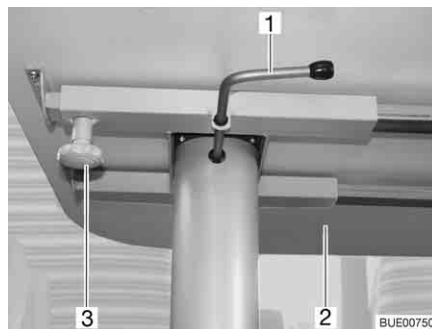

Fig. 88 Table à hauteur réglable de la dînette à banquettes opposées
- Desserrer la vis moletée (Fig. 88,3).
- Déplacer le plateau (Fig. 88,2) dans la position désirée.
- Faire basculer le levier de verrouillage (Fig. 88,1) vers la gauche. Le verrouillage du mécanisme de réglage de la hauteur est ouvert.
- Appuyer le plateau de table (Fig. 88,2) au milieu vers le bas jusqu'à la butée et le maintenir appuyé.
- Faire basculer le levier de verrouillage (Fig. 88,1) vers la gauche (Fig. 88). Le mécanisme de réglage de la hauteur est verrouillé.
- Faire basculer le levier de verrouillage (Fig. 88,1) vers la gauche. Le verrouillage du mécanisme de réglage de la hauteur est ouvert. Le plateau de table s'élève jusqu'à la butée.
- Faire basculer le levier de verrouillage vers la gauche (Fig. 88). Le mécanisme de réglage de la hauteur est verrouillé.